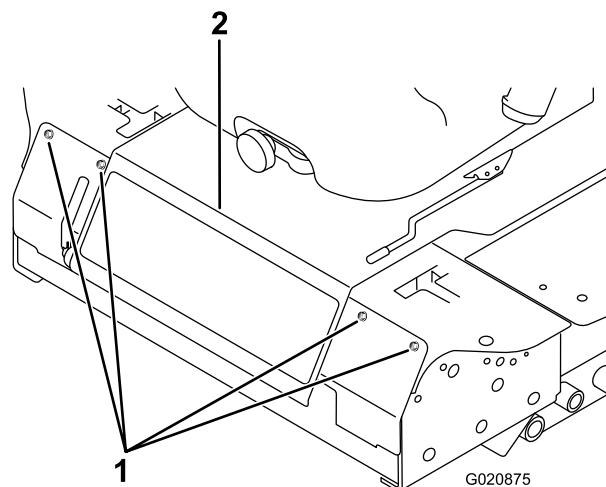

Figura 48
2. Afloje los pernos del panel delantero y retire el panel (Figura 48).